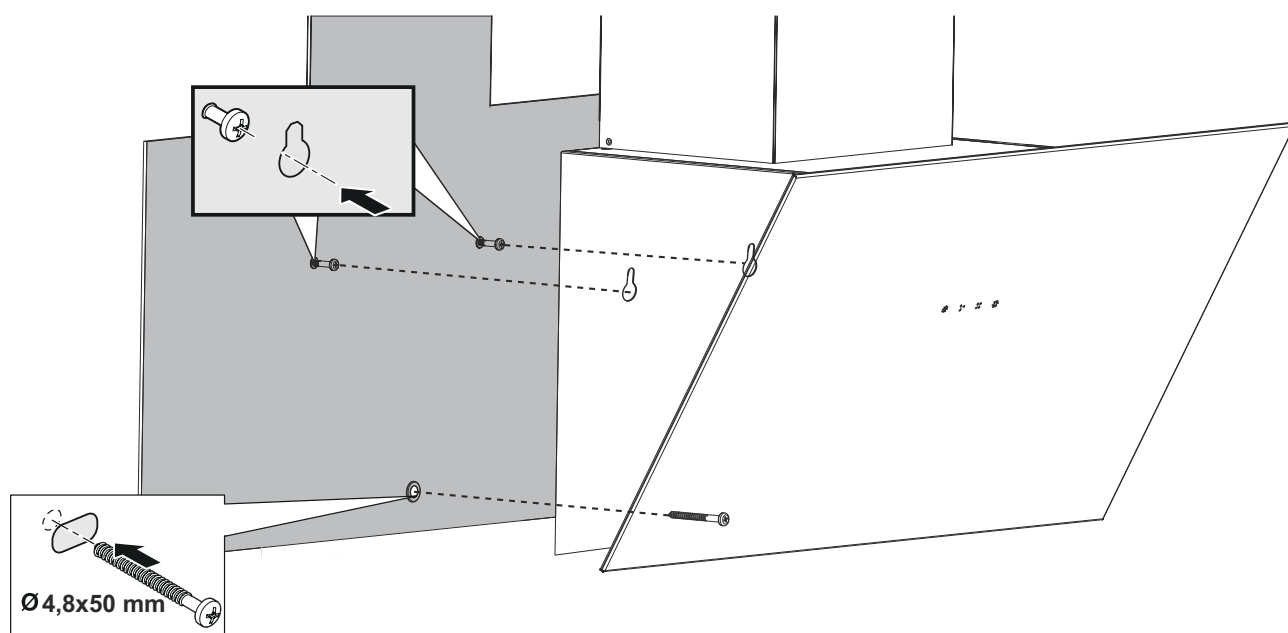

Fig. 12
1. ➔ Løft produktet op til skruerne, som du skruede på væggen før, og spænd skruerne (Fig. 12).
2. ➔ Fastgør produktet til væggen med to 4,8x50 skruer, som sidder inde i selve emhætten (Fig. 12).